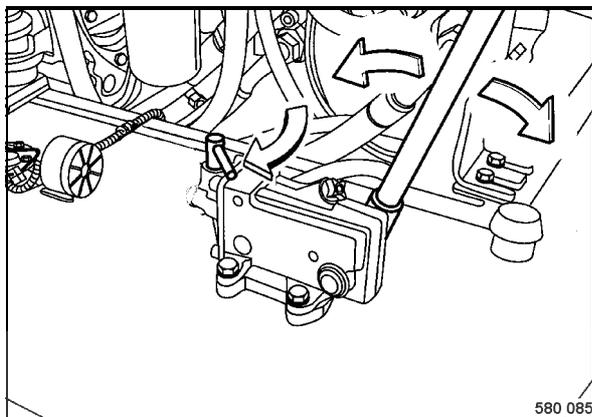

fig. 72
- Tourner la manette de la vanne (fig. 72) sur position "fermé", et actionner la pompe jusqu'à ce que le vérin de levage soit complètement rentré.